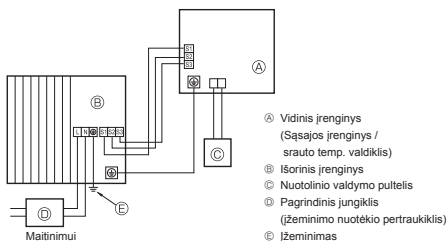
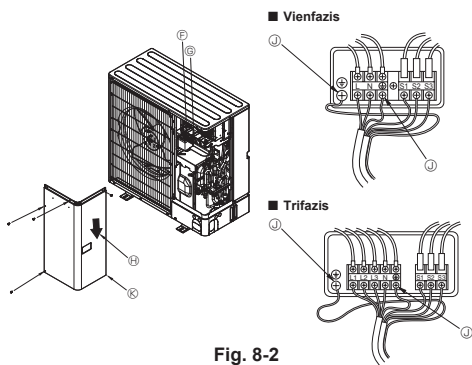

Fig. 8-1
Fig. 8-2
8.1. Išorinis įrenginys (Fig. 8-1, Fig. 8-2)
- ① Nuimkite techninės priežiūros skydelį.
- ② Prijunkite laidus pagal Fig. 8-1 ir Fig. 8-2.